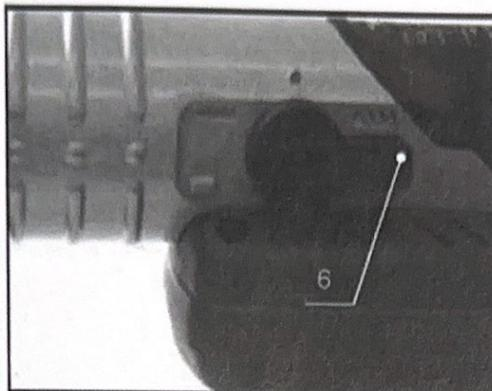

Рис. 4
Для того, чтобы установить режим сверление с ударом, необходимо рычаг (поз.6. рис.4) ударного механизма повернуть на символ «сверло».
- Для того, чтобы установить режим удара, необходимо рычаг (поз.б. рис.4) ударного механизма повернуть на символ «долото».